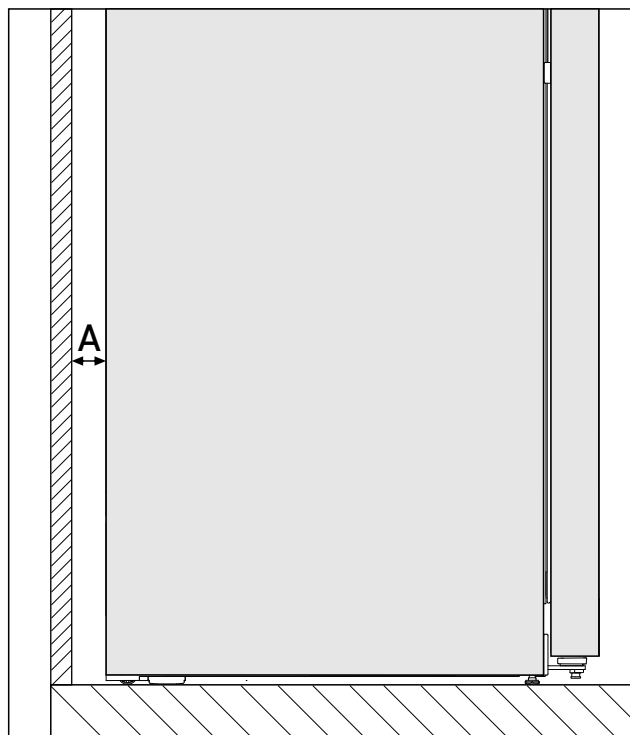

Fig. 3 *
Energiforbruket ble bestemt med en veggavstand på Fig. 3 (A) mellom baksiden av apparatet og veggen. Hvis veggavstanden er mindre enn Fig. 3 (A), påvirker dette ikke funksjonaliteten til apparatet, men energiforbruket øker litt med en mindre veggavstand.*